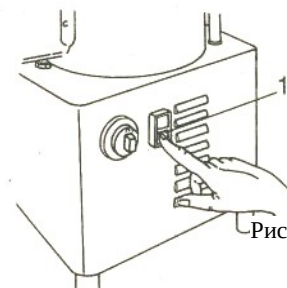

Рис.10
- для прерывания рабочего цикла до истечения заданного времени нажмите красную кнопку (1) (рис.10);